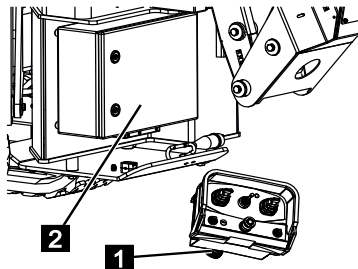

Fig. 111
8. Raccorder le connecteur de la télécommande radio (Fig.111/1) au boîtier du connecteur sur le boîtier de commande du châssis (Fig.111/2).